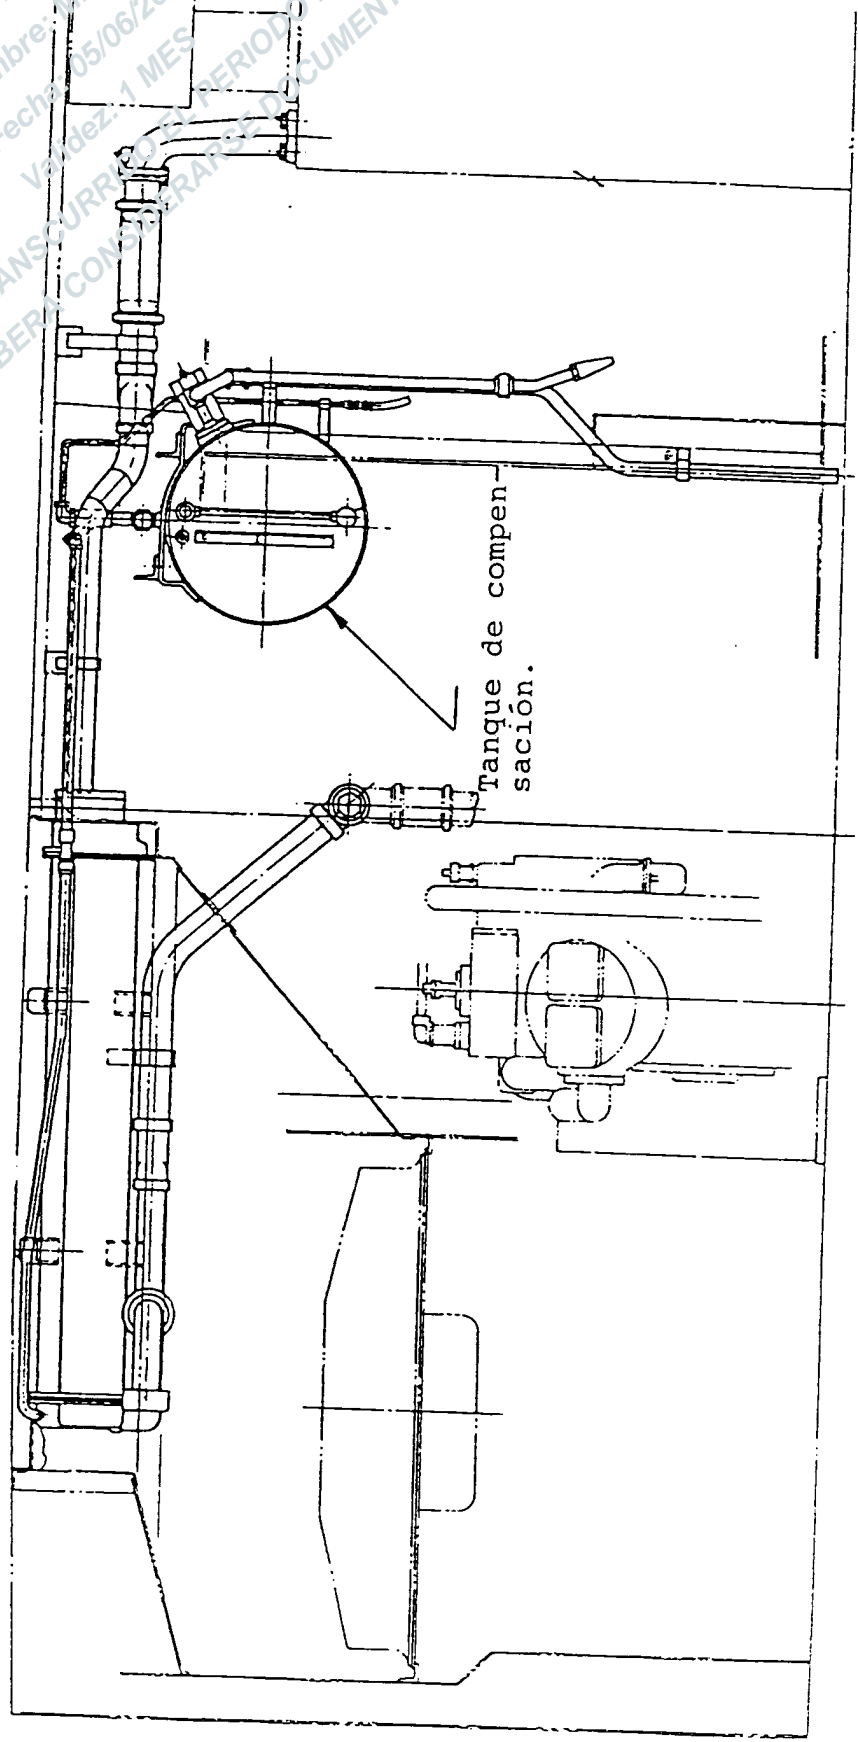

Fig. 1-2.- Tanque de compensación.
- 2) Comprobar el nivel de agua en el nivel del tanque de compensación. Consultar la sección 4 en el caso de que sea preciso añadir agua, Fig. 1-2.